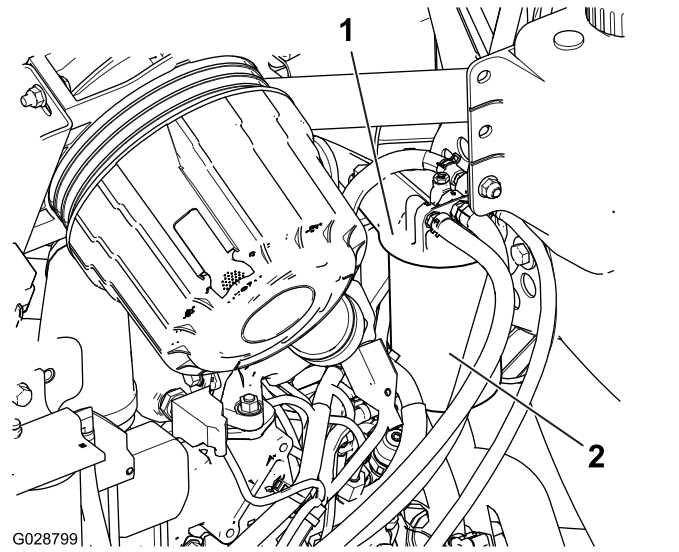

Figure 52
2. Déposez le filtre et nettoyez la surface de montage de la tête du filtre (Figure 52).
1. Nettoyez la surface autour de la tête du filtre à carburant (Figure 52).